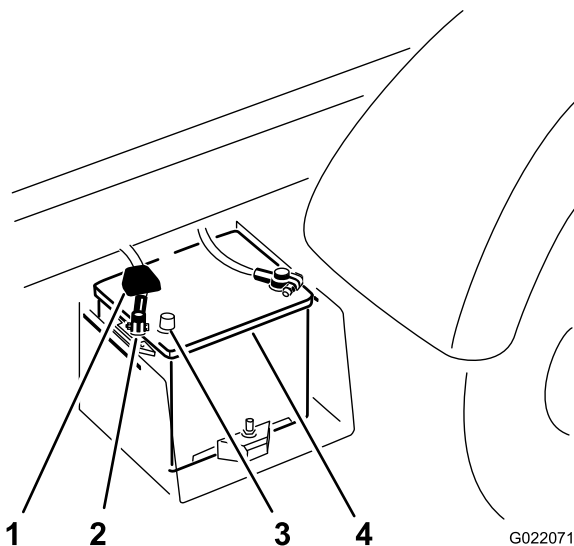

Figura 4
- C. Scollegate il morsetto del cavo positivo della batteria dal polo della batteria (Figura 4).